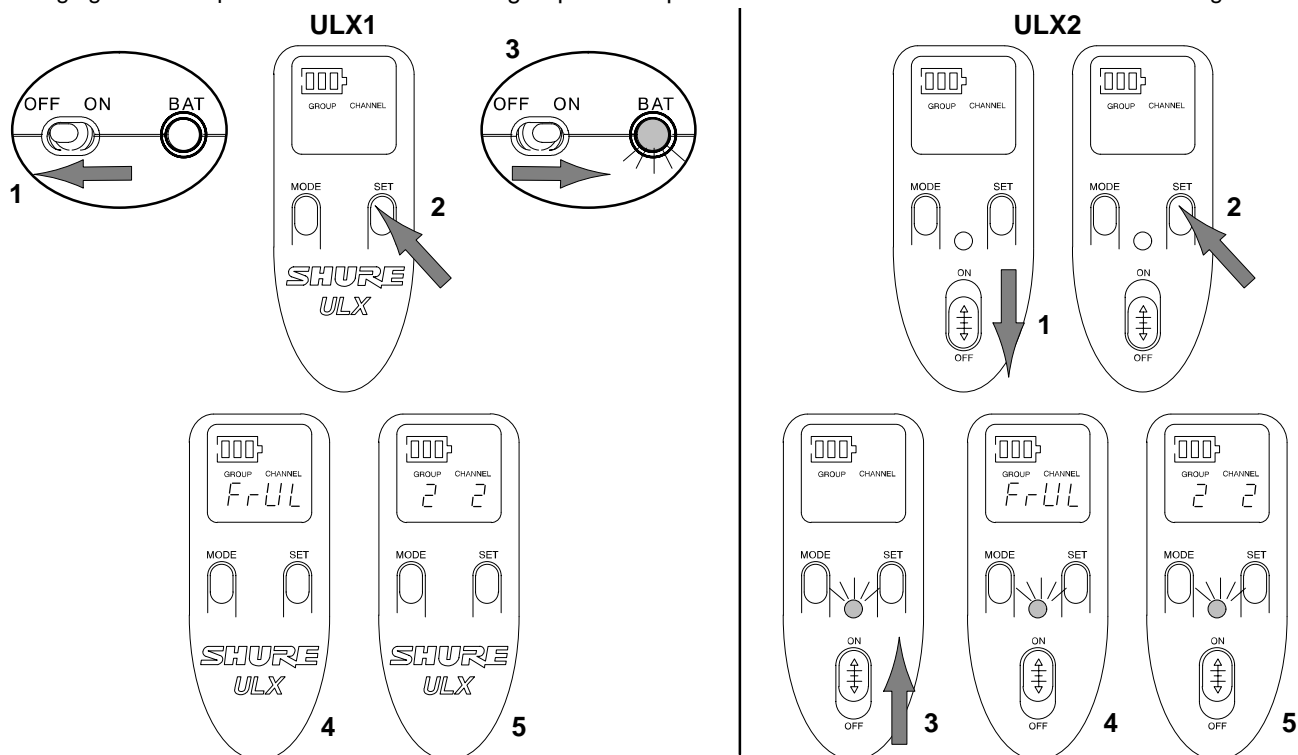

FIGURE 34
3. Ramener l'interrupteur d'alimentation en position «ON». «Fr UL» apparaît sur l'affichage du transmetteur, indiquant que le réglage de la fréquence est déverrouillé. Le groupe de fréquence et le canal actuels s'affichent alors. Voir figure 34.